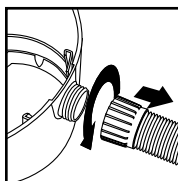

FIGURE 28
40. Dévisser l'écrou de verrouillage du tuyau souple, puis débrancher le tuyau souple de l'aspiration. **FIGURE 28.**